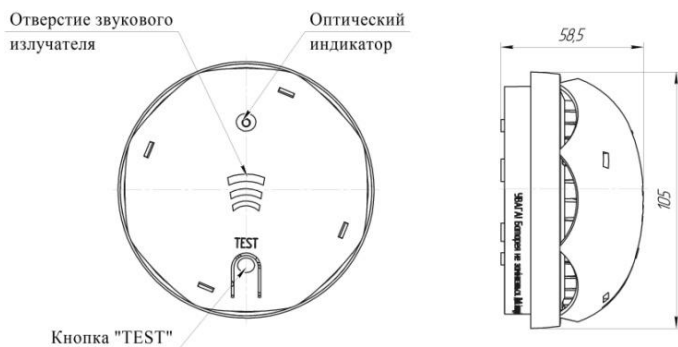

Рис. 1. Общий вид сигнализатора
3.3 Общий вид сигнализатора приведен на рис. 1.